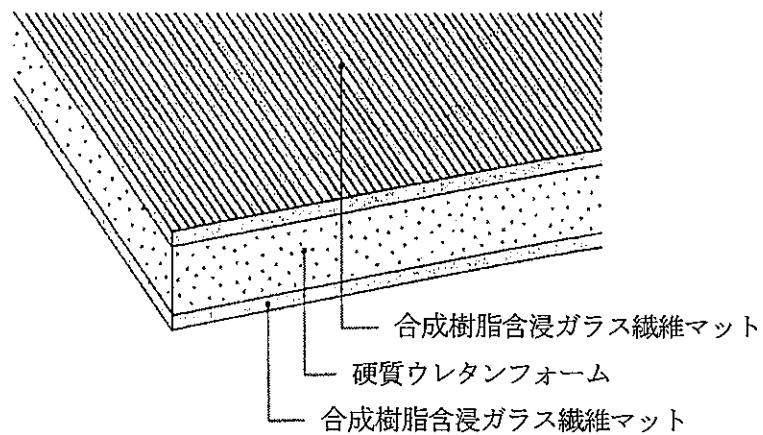

図3 硬質ウレタンフォーム保温板の断面構成
断熱材	<p>以下の硬質ウレタンフォーム保温板を2枚以下の重ね張り</p> <p>硬質ウレタンフォーム保温板： 厚さ 20.0 (-2.0) ~100.0 (+2.0) mm 質量 1000 (-100) ~4400 (+100) g/m² (1層当り) 合成樹脂含浸ガラス繊維マット：厚さ 0.3mm、質量 95 (±10) g/m² (片面当り) ガラス繊維マット：質量 45 (±5) g/m² (アクリル系バインダー15質量%含む) 変性エチレン系樹脂：質量 50 (±5) g/m²</p> <p>硬質ウレタンフォーム： 厚さ 20.0 (-1.0) ~100.0 (+1.0) mm、密度 40 (±5) kg/m³ ポリオール：イソシアネート=40 (±5) :60 (±5) 発泡剤：炭化水素系発泡剤 酸素指数 21.3 以上</p> <p>・硬質ウレタンフォーム保温板の断面構成を図3に示す。</p> <p>硬質ウレタンフォーム保温板相互及び下面の接着は以下(1)、(2)のいずれか一仕様とする。</p> <p>(1) 改質アスファルト：固形量 500~1500g/m² (1層当り) (2) 防水工事用アスファルト：固形量 500~1500g/m² (1層当り) (引火点 280~350℃ (JIS K 2207 による)) (3) アクリル系接着剤：固形量 100~1000g/m²、有機質 48 質量%以下 (1層当り)</p>